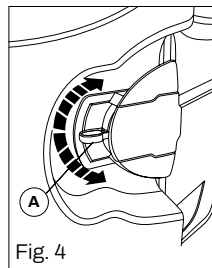

Fig. 4
(Fig. 4)
- L'aria calda (fig.4) provvede a rimuovere velocemente il vapore acqueo, poiché assorbe una quantità d'acqua molto maggiore rispetto all'aria fredda